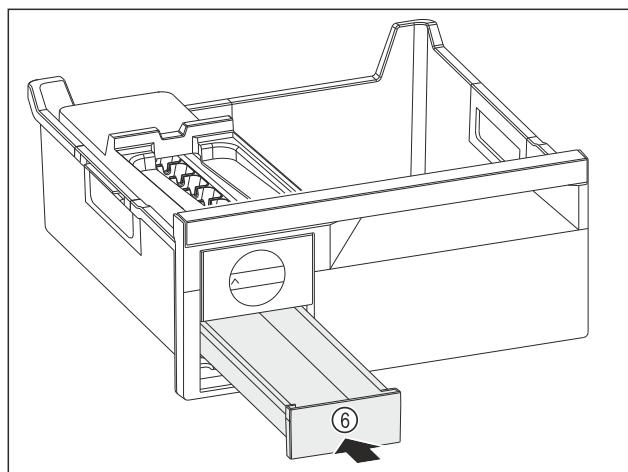

Fig. 116
- Вкарайте чекмеджето за ледени кубчета Fig. 116 (6).